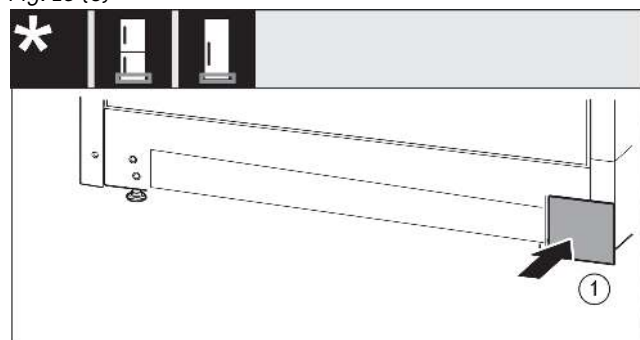

Fig. 17
- Снова установите крышку с другой стороны. Fig. 17 (1)